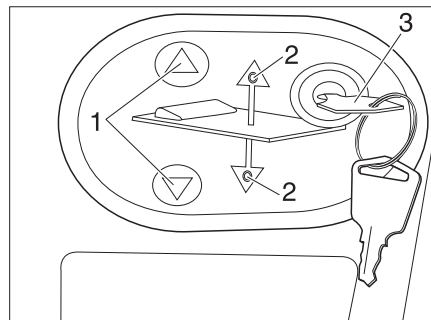

Fig. 158 Panneau de commande pour le lit escamotable électrique
- Insérer la clé (Fig. 158,3) dans le panneau de commande.
- Appuyer sur la touche (Fig. 158,1) et la maintenir enfoncée. Le voyant DEL correspondant (Fig. 158,2) s'allume et le lit escamotable s'abaisse jusqu'à la position intermédiaire et reste ensuite en place.
- Appuyer sur la touche  (Fig. 158,1) et la maintenir enfoncée. Le voyant DEL correspondant (Fig. 158,2) s'allume et le lit escamotable s'abaisse complètement.